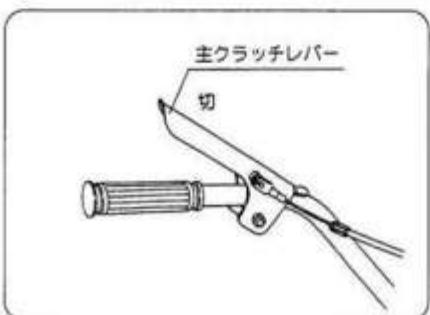

図10
- 主クラッチレバーを【切】位置にします。(ハンドルパイプより左手を離します。) (図10)